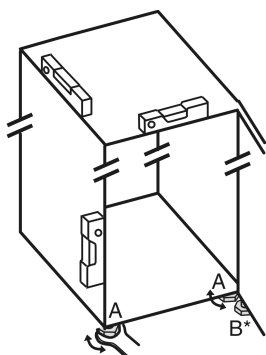

Fig. 24
- Svitare i piedini regolabili Fig. 24 (A) con la chiave a forchetta contenuta nella fornitura e con l'aiuto di una bilancia idrostatica, finché l'apparecchio non si trova in posizione stabile e piana.
- Con la chiave a forchetta in dotazione, svitare il piedino regolabile Fig. 24 (B) sul cuscinetto di supporto inferiore, fino a farlo appoggiare sul pavimento.
- Continuare a ruotare il piede di regolazione Fig. 24 (B) per un massimo di 90°, per evitare un danno alla porta.